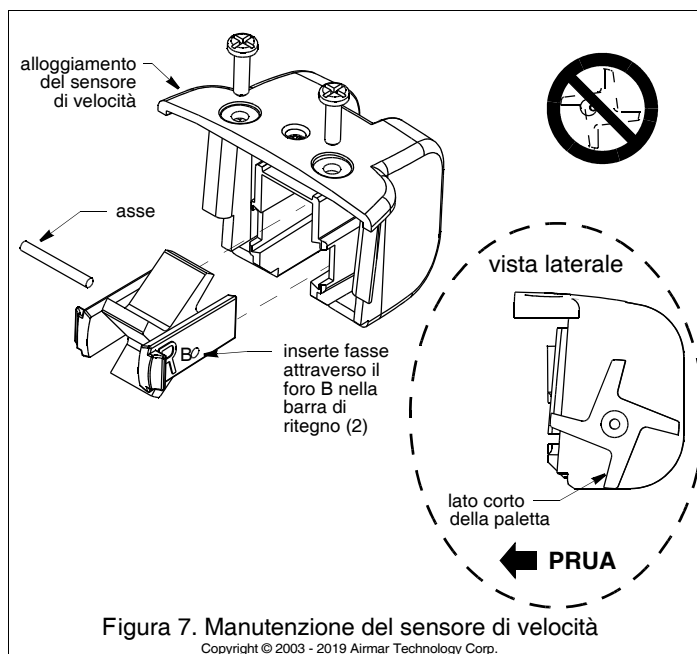

Figura 7. Manutenzione del sensore di velocità
2. Il gruppo della ruota a pale è installato con un lento accoppiamento scorrevole. Spingete con cautela verso l'alto il sensore di velocità mantenendo fisso dall'interno il gruppo della ruota a pale (Figura 7).